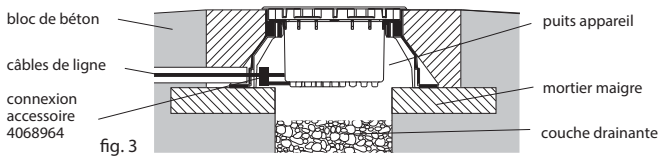

fig. 3
- 6) insérer le puits extérieur de l'appareil dans un bloc de fondation en béton dosé à 200 Kg de ciment type 325 par mètre cube de mélange ayant un diamètre (ou un côté) non inférieur à 60 cm Le bord supérieur du puits extérieur de l'appareil devra être parfaitement nivelé au plan du sol selon le détail de fig.3.